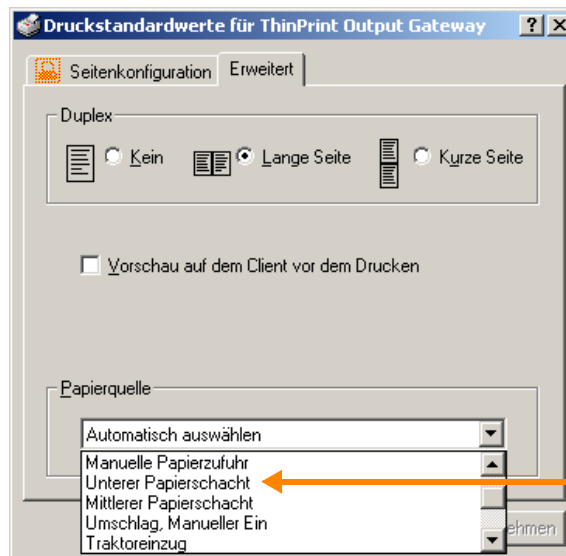

Bild 6 Neue Papierquelle UNTERER PAPIERSCHACHT im ThinPrint Output Gateway
5. Kontrollieren Sie in den Eigenschaften des Output Gateways, ob die neuen Formate angezeigt werden (EIGENSCHAFTEN→ ERWEITERT→ STANDARDWERTE→ ERWEITERT; Bild 6)